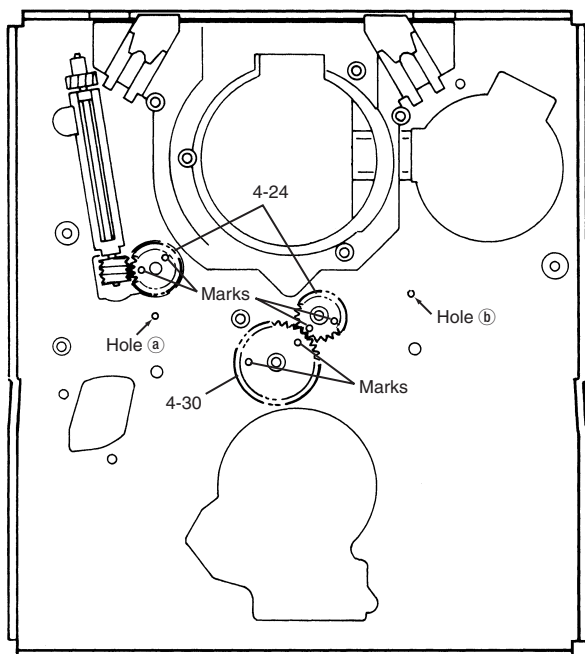
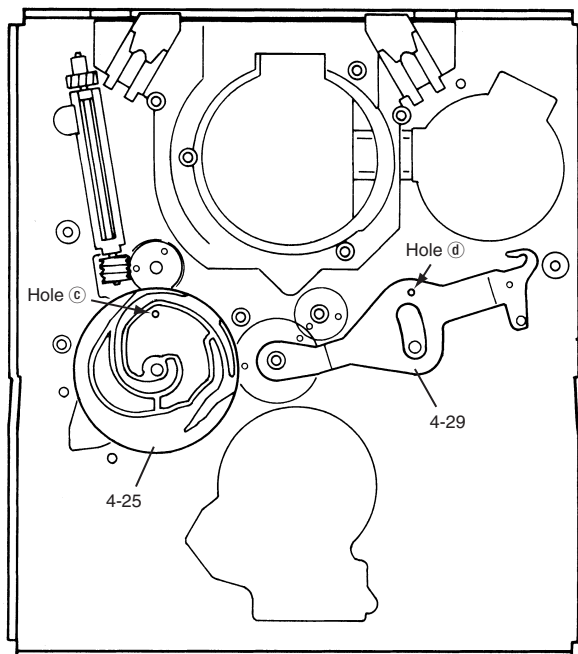

Fig. 3-1
Fig. 3-2
As shown in Fig. 3-1, install 4-24 and 4-30 so that the two marks are visible.
- 1) Install 4-25 so that hole ③ in 4-25 in Fig. 3-2 is aligned with hole ① (Fig. 3-1) in the mechanism chassis. (Using a 1 mm dia. rod, pass it through the both holes to see if they are aligned with each other. Whenever checking holes for alignment hereafter, employ this method.)
- 2) Similarly, install 4-29 so that hole ④ in 4-29 in Fig. 3-2 is aligned with hole ② (Fig. 3-1) in the mechanism chassis.
4-24, 4-30は図3-1のように、マーク2個が表側になるように取り付ける。
- 1) 図3-2の4-25の穴 ③とメカシャーシの穴 ① (図3-1)が一致するように、4-25を取り付ける。
- 2) 同様に、図3-2の4-29の穴 ④とメカシャーシの穴 ② (図3-1)が一致するように、4-29を取り付ける。